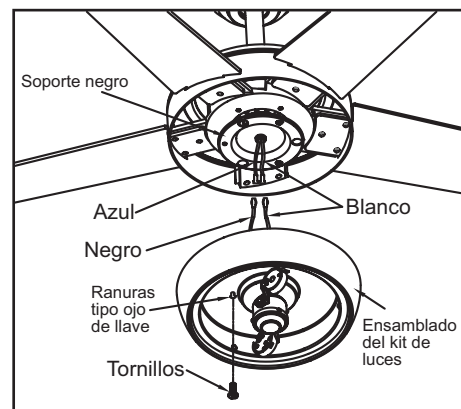

Figura 16
1. Quita un tornillo del soporte negro debajo del ensamblado del motor del ventilador. Afloja pero no quites los otros dos (Figura 16).
cable negro del ensamblado del soporte del kit de luces. Conecta el cable blanco que sobresale por debajo del ensamblado del motor del ventilador con el cable blanco del ensamblado del soporte del kit de luces (Figura 16).